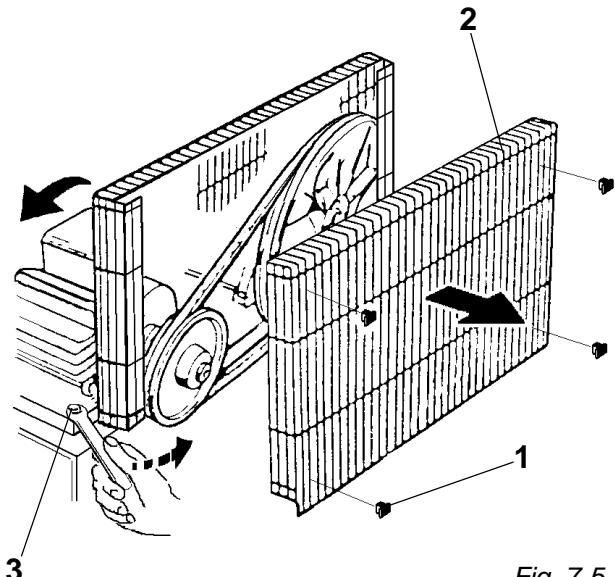

Fig. 7-5
- sbloccare la rete di protezione tramite i fermi di plastica 1 (fig. 7-5)
- togliere la rete di protezione mobile 2 (fig. 7-5)
- allentare le viti 3 (fig. 7-5) di fissaggio motore
- bloccare le viti 3 (fig. 7-5) di fissaggio motore
Ripristinare la rete di protezione mobile 2 (fig. 7-5) in modo corretto (quest'ultima operazione è indispensabile per la sicurezza dell'operatore).
- débloquer le filet de protection par les arrêts en plastique 1 (fig. 7-5)
- enlever le filet de protection mobile 2 (fig. 7-5)
- desserrer les vis 3 (fig. 7-5) de fixation du moteur
- bloquer les vis 3 (fig. 7-5) de fixation du moteur
Rétablissement le filet de protection mobile 2 (fig. 7-5) d'une façon correcte (cette dernière opération est indispensable pour la sécurité de l'opérateur).
- unlock the safety net by acting on the plastic stops 1 (fig. 7-5)
- remove the mobile safety net 2 (fig. 7-5)
- loosen the motor fixing screws 3 (fig. 7-5)
- lock the motor fixing screws 3 (fig. 7-5)
Fix again the mobile safety net 2 (fig. 7-5) correctly (this operation is indispensable for the operator's safety).
- Mann entfernt das Schutzgitter der Plastikbefestigung 1 (Bild 7-5)
- Man entfernt das flexible Schutzgitter 2 (Bild 7-5)
- Man löst die Schrauben 3 (Bild 7-5) der Motorhalterung
- Man schraubt die Schrauben 3 (Bild 7-5) des Motors fest
Man bringt wieder das flexible Gitter 2 (Bild 7-5) richtig an (Diese letzte Handlung, ist für die Sicherheit des Bedieners unerlässlich).
- desbloque la red de protección por los topes en plástico 1 (fig. 7-5)
- quite la red de protección móvil 2 (fig. 7-5)
- destornille los tornillos 3 (fig. 7-5) de fijación del motor
- bloquee los tornillos 3 (fig. 7-5) de fijación del motor
Restablezca la red de protección móvil 2 (fig. 7-5) de manera correcta (esta última operación es indispensable para la seguridad del operador).
Removerføringen trenger godt renhold og eksakt spenn. Er spennet for lite kan remmen slure i remhjulene og skaper varme og lite produktivitet. Er remmen for hardt spent blir belastningen på kulelagerene for høy og disse blir utslit. Motoren kan brenne. Remmen er passe stram når du med en finger kan trykke ned 0,8-1 cm (fig. 7-5) Sjekk dette måndelig. Om justering er nødvendig gjør følgende:
- Løsne plastklips som holder nettet rundt remmen 1 (fig. 7-5)
- Fjern beskyttelsesnettet rundt remmen. 2 (fig. 7-5)
- Løsne festeboltene til motoren 3 (fig. 7-5)
Plasser tilbake beskyttelsesnettet igjen 2 (fig. 7-5).